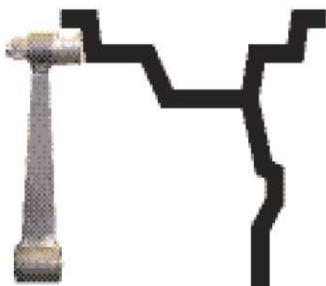

Рис. 10.1
10.2. Данная модель СБ снабжена устройством, позволяющим автоматически вводить диаметр « d » колеса и дистанцию « A ». Для этого необходимо, взяв за рукоятку, вытянуть из корпуса СБ штангу ввода параметров, подвести палец на конце рукоятки к месту установки корректирующих грузов на внутренней стороне диска (см. рис. 10.1) и удерживать штангу в этом положении до появления звукового сигнала, после чего возвратить штангу в исходное положение. При этом экран основного рабочего режима сменится на экран ввода геометрических параметров колеса рис10.2.
Примечание: На маркировке диска указывается диаметр по посадке резины. А с помощью выдвижной штанги вводится диаметр места установки груза, например, на рис. 10.1 вводится диаметр места установки груза на пружинке, который больше диаметра по посадке резины примерно на 1 дюйм. Поэтому диаметр, введенный выдвижной штангой будет отличаться от диаметра на маркировке диска и шины.